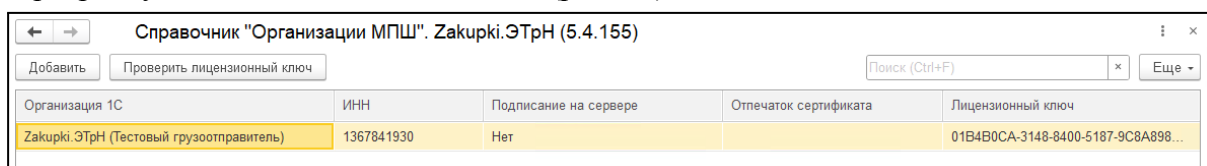

Рис. 83. Настройка организации
3. Заполните ИНН, выберите, будет ли происходить подписание документов на сервере и укажите лицензионный ключ (рис. 83).